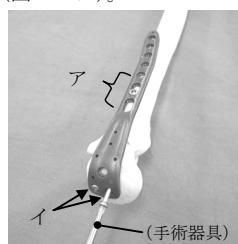

図 1
- ① 患部にプレートを設置する。専用手術器具を用いて 2 つの長穴部の骨にスクリューを固定するためのドリリングを行い、プレートがスライドできる程度に長穴部にスクリュー（OSR2-CS-3.5）を仮固定する（図 1 のア）。
- ② 専用手術器具を用いて湾曲部の複数の丸穴の骨にロッキングピンを固定するためのドリリングを行い、その穴にロッキングピン（OSR2-LP-2.0）を固定する（図 1 のイ）。なお、肘頭部に複数の骨折線がある場合など骨片の保持が必要な場合、ロッキングピンの代わりにロッキングスクリュー（OSR2-LS-2.7）を用いて固定することもできる。